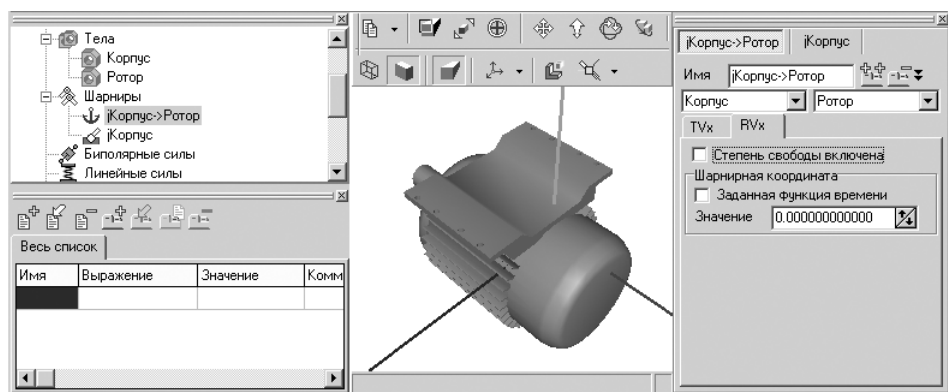

Рис. 2.92. Фрагмент главного окна системы **Универсальный механизм** с окном **Индикатор** после выключения флажка **Степень свободы включена** для шарнира jКорпус->Ротор
- щелкните в окне **Инспектор** на открытой закладке **RVx** по флажку **Степень свободы включена**, если флажок был включен, для блокировки степени свободы. Шарнир **jКорпус->Ротор** полностью заблокируется (зафиксируется), см. рис. 2.92.